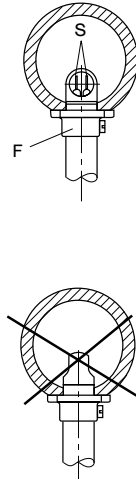
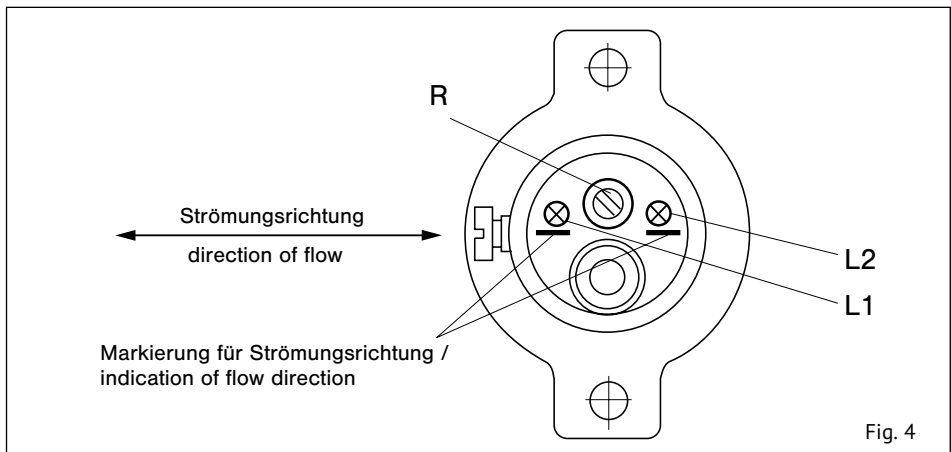

Fig. 2
Fig. 4
- 3 Den Strömungswächter mit den mitgelieferten Montageflansch (F) (siehe Fig. 2) oder durch Einschieben in eine Kabelverschraubung (PG 16) einbauen. Der Strömungswächter soll ca. 25 mm in den Luftkanal ragen (siehe Fig. 2).
- Die beiden Messfühler (S) (siehe Fig. 2) müssen nebeneinander im Strömungsmedium liegen. Dies ist der Fall, wenn die Markierung auf der Gehäuserückseite mit der Strömungsrichtung übereinstimmt (siehe Fig. 4).
- 3 Install the flow monitor using the mounting flange (F) (see fig. 2) supplied with the system or by feeding it through cable gland PG 16. The flow monitor should project approx. 25 mm into the pipe (see fig. 2).
- The two sensors (S) (see fig. 2) on the monitoring head must be aligned side by side directly across the direction of flow. The sensors are correctly positioned when the marking on the rear side of the housing corresponds with the direction of flow (see fig. 4).
- 3 Die LED (L1) im Miniatur Luftwächter zeigt den momentanen Ist-Bereich des Schaltpunktes an (siehe Fig. 4):
- 4 Um den Schalterpunkt einzustellen, das Potentiometer (R) im Uhrzeigersinn drehen bis die LED erlischt.
- 3 The LED (L1) indicates the actual range of response value (see fig. 4):
- 4 To set the switch point, turn the flow adjustment potentiometer screw (R) clockwise to the exact point the green LED extinguishes.